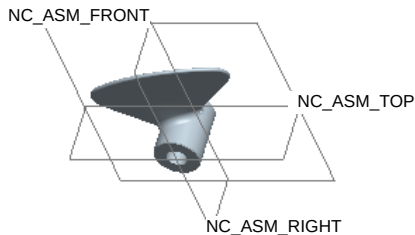

图 7.3.2 参考模型
Step3. 在“元件放置”操控板中选择  **默认** 选项,然后单击  按钮,完成参考模型的放置,放置后如图 7.3.2 所示。